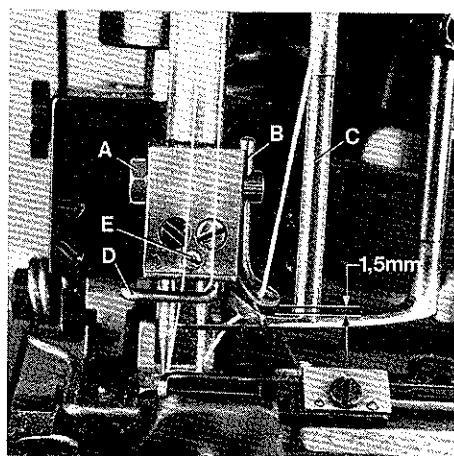

Fig.44
Rotate pulley until the needle bar is at the bottom of its stroke. Loosen nut (A, Fig.44) and set the movable spreader thread guide (B) on needle holder to the distance of approx. 1,5 mm (1/16 in.) between spreader thread guide (C) and movable spreader thread guide (B). The eye of guide (B) should be positioned directly above the front end of the thread guide slot in the spreader thread guide (C) (see Fig.44). Retighten nut (A).
Drehen Sie am Handrad bis die Nadelstange in ihrer untersten Stellung ist. Lösen Sie die Mutter (A, Fig.44) und stellen Sie die bewegliche Legfadenführung (B) am Nadelhalter so, daß zwischen der Legfadenführung (C) und der beweglichen Legfadenführung (B) ein Abstand von etwa 1,5 mm ist und die Öse der Führung (B) direkt über dem vorderen Ende des Fadenführungsschlitzes der Legfadenführung (C) steht (siehe Fig.44). Ziehen Sie sie Mutter (A) wieder an.
Set the needle holder thread guide (D, Fig.44) as close as possible to the needles without pinching the needle threads. For adjustment loosen screw (E) and set the thread guide as required, make sure that thread guide (D) clears spreader thread guide (C) when the needle bar moves up and down. Retighten screw (E).
Stellen Sie die Fädenführung (D, Fig.44) am Nadelhalter so dicht wie möglich zu den Nadeln, ohne daß die Nadelfäden eingeklemmt werden. Nach Lösen der Schraube (E) kann die Fädenführung entsprechend gestellt werden, beachten Sie, daß die Fädenführung (D) nicht an der Legfadenführung (C) anschlägt, wenn die Nadelstange auf und ab geht. Ziehen Sie die Schraube (E) wieder an.